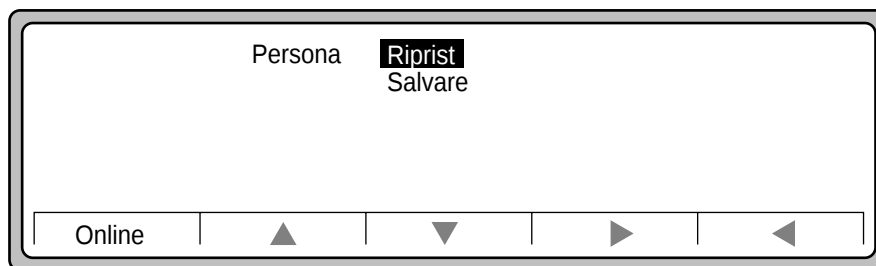

Figura 2-10 Menu Persona
1. Sullo schermo principale, premere Persona per visualizzare la Figura 2-10:
3. Usare ▲ o ▼ per evidenziare Salvare o Riprist (Figura 2-10).